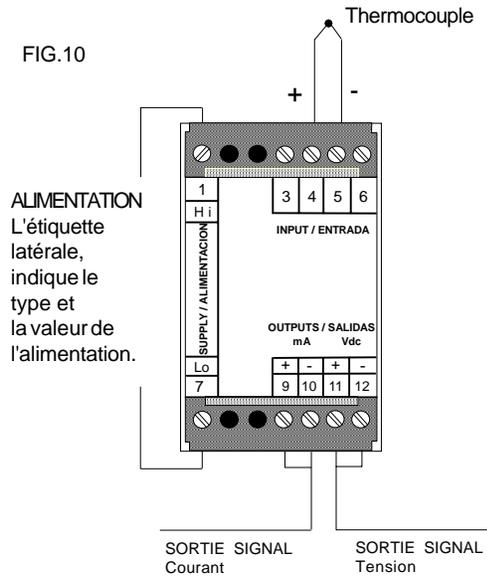

FIG.10
- Connecter un simulateur de thermocouple aux bornes 4 et 5 du conditionneur. (Fig. 10).